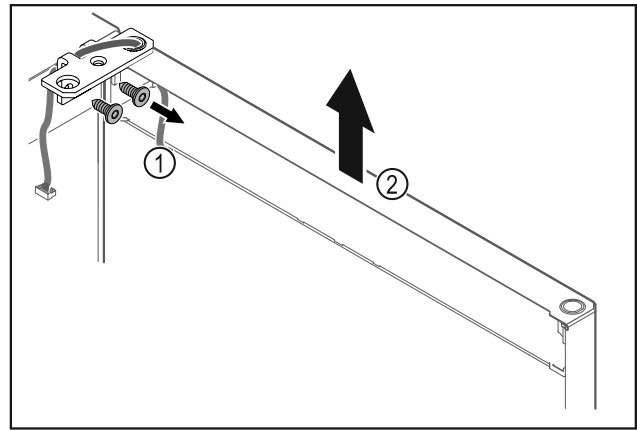

Fig. 17
- Skru hængselvinklen Fig. 17 (1) af.
- Løft døren og hængselvinklen Fig. 17 (2) ca. 200 mm lige op, og tag dem af.